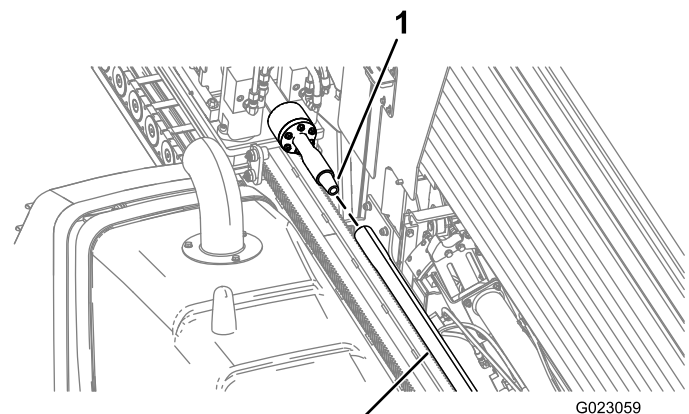

Bild 87
6. Drehen Sie die Bohrspindel im Uhrzeigersinn und fahren Sie den Bohrwagen langsam vorwärts, um die Spindel in das Rohrende mit Innengewinde einzuführen (Bild 87).
9. Drehen Sie die Bohrspindel im Uhrzeigersinn und fahren Sie den Bohrwagen langsam vorwärts, um die Spindel in das Rohrende mit Innengewinde einzuführen (Bild 87).